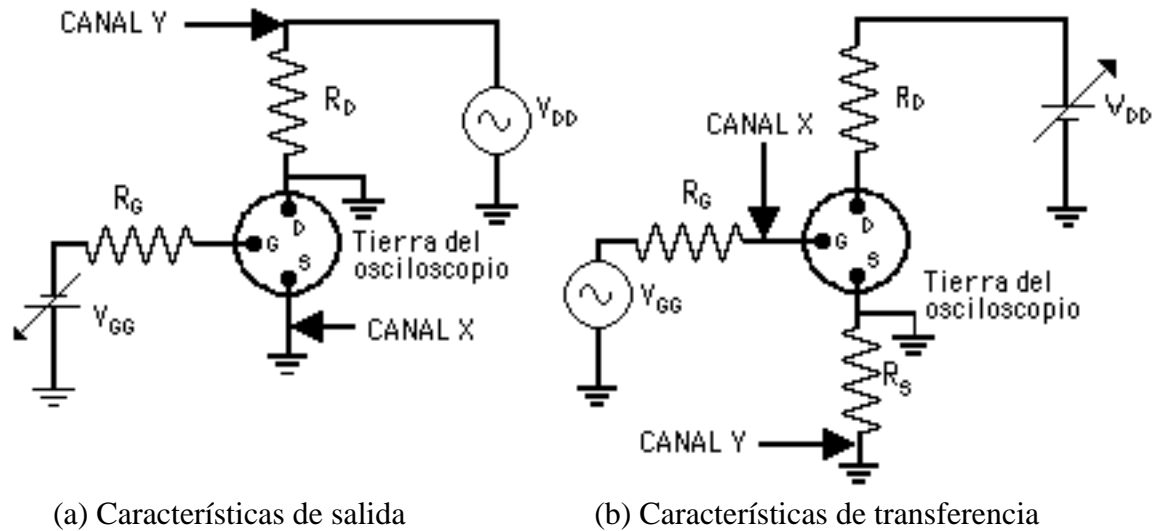

Figura 1.- Circuitos para determinar las características i vs v de un transistor FET
Para enfatizar el punto de que en este experimento se están analizando las características del dispositivo y en ningún momento se pretende realizar un circuito amplificador, los transistores FET de la figura 1 se han dibujado como componentes físicos, indicando las letras de sus terminales, en lugar de utilizar su símbolo circuital correspondiente.
a) Dados los circuitos mostrados en la Figura 1 y las especificaciones del dispositivo a su disposición, determine el valor de las resistencias R_G , R_E y R_D , el valor pico de la amplitud que puede tener la señal producida por el generador, y el conjunto de voltajes DC que tienen que aplicarse como V_{GG} y V_{DD} respectivamente, para observar en el osciloscopio las curvas características de salida i_D vs. v_{DS} con v_{GS} como parámetro en el caso del circuito de la Figura 1.a, y las curvas características i_D vs. v_{GS} con v_{DS} como parámetro en el caso del circuito de la Figura 1.b.
b) Haga un diagrama de las señales que Ud. espera ver en la pantalla del osciloscopio, si las conexiones se realizan exactamente en la forma indicada en los circuitos de la Figura 1.
1.- Monte el circuito de la Figura 1.a y obtenga en la pantalla del osciloscopio las curvas características de salida i_D vs. v_{DS} con v_{GS} como parámetro, invirtiendo el canal que pueda a fin de obtener las curvas con la misma orientación que las curvas características estándar de los manuales y libros de texto. Haga un diagrama en papel milimetrado, identificando voltajes y corrientes clave en las curvas dibujadas.
3.- Monte el circuito de la Figura 1.b y obtenga en la pantalla del osciloscopio las curvas características i_D vs. v_{GS} con v_{DS} como parámetro, invirtiendo el canal que pueda a fin de obtener las curvas con la misma orientación que las curvas características estándar de los manuales y libros de texto. Haga un diagrama en papel milimetrado, identificando voltajes y corrientes clave en las curvas dibujadas.